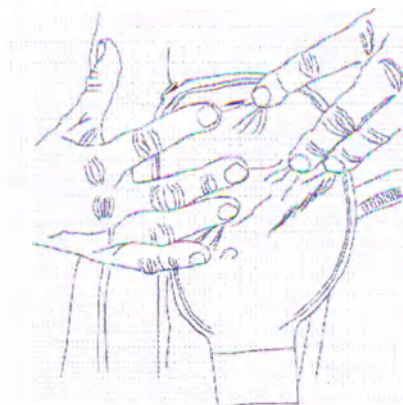

Рисунок 8
- Приклеивайте калоприемник к коже в течение 1-2 минут, прижимая рукой край отверстия, прилежащий к стоме (рисунок 8).